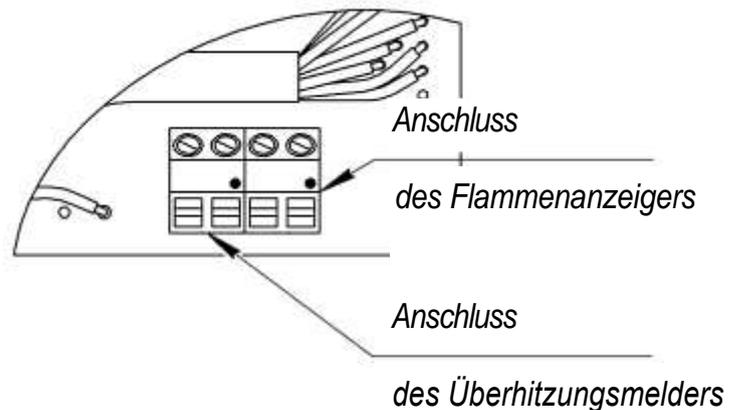

Abb. 6c - Anschluss
- trennen Sie die Kontakte des Messfühlers von der Steuereinheit (Abb. 6c);